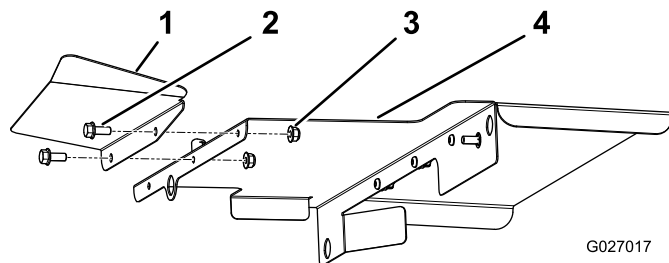

Figure 15
- Montez la protection du couvercle droit sur le couvercle droit (Figure 15).